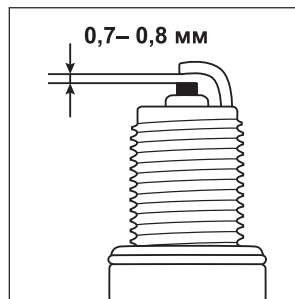

Рис. 19
6. Проверьте величину зазора между заземляющим и центральным электродами, используя специальный шуп. При необходимости установите зазор 0,7-0,8 мм (рис. 19).